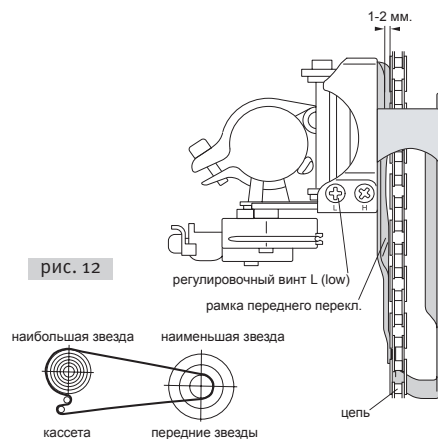

рис. 12
- 3.6.2. Установите цепь на меньшую звезду на шатуне и большую звезду на кассете (рис. 12).
- 3.6.3. С помощью ограничительного винта L (low) отрегулируйте крайнее внутреннее положение переднего переключателя таким образом, чтобы цепь находилась на расстоянии 1-2 мм от внутренней стороны рамки (рис. 12).